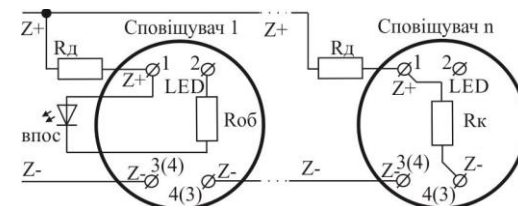

Рисунок 4.2 – Підключення ВПОС або світлодіода
4.4 Якщо за проектом використовують ВПОС з живленням від ШС, то його мінусовий контакт через резистор Rоб з'єднують з гвинтовою клемою з маркуванням «2» (LED), а плюсовий – гвинтовою клемою з маркуванням «1» (Z+) (Рис. 4.2, номінал Rоб залежить від типу ВПОС і його робочого струму, а також чи використовується Rд, сума Rд та Rоб має бути не менше 3 кОм). Рекомендується використовувати ВПОС виробництва ТОВ «Тірас-12», підключивши його через резистор Rоб з опором не менше 3 кОм. Допускається використовувати інший пристрій індикації з малим струмом споживання (близько 2 мА). ВПОС дублює основний індикатор в режимах пожежі та несправності.